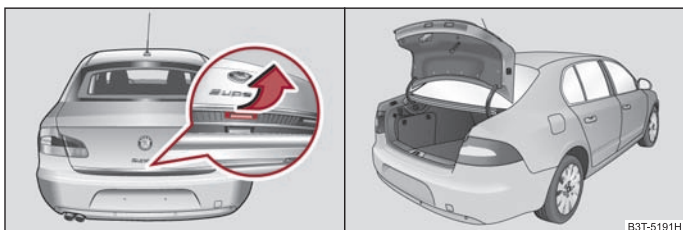

Abb. 30 Griff der Gepäckraumklappe / geöffnete kleine Gepäckraumklappe
Nach dem Entriegeln des Fahrzeugs mit dem Funkschlüssel bzw. mit dem Schlüssel ⇒ Seite 45 können Sie die kleine Gepäckraumklappe ⇒ Abb. 30 öffnen.
- Drücken Sie den Griff an der Unterseite der Gepäckraumklappe ⇒ Abb. 30 - links, die Gepäckraumklappe hebt sich automatisch ⇒ Abb. 30.